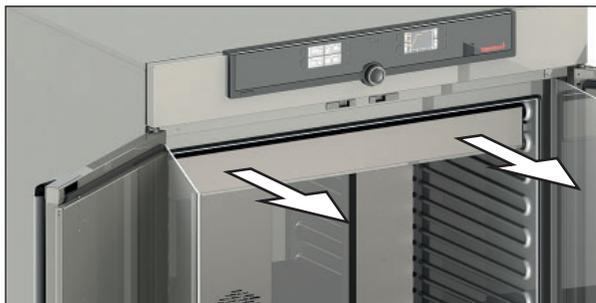

Fig. 33 Remover o cartucho de luz
3. Levante o cartucho de luz levemente e remova-o cuidadosamente do aparelho (Fig. 33).